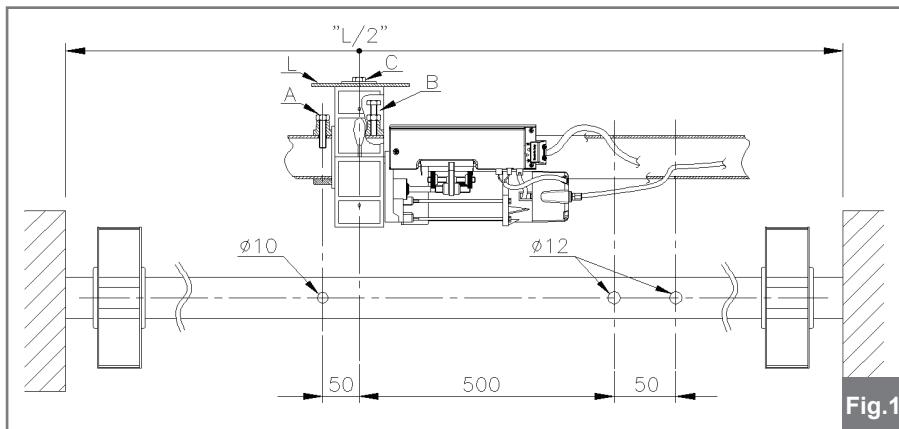
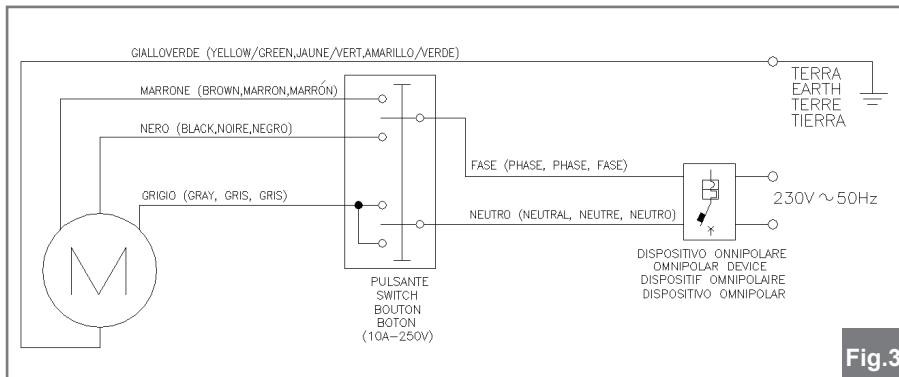

Fig.1
Fig.3
- 2) Efectuar sobre el eje o tubo del cierre metálico los tres taladros como muestra la fig.1.
- 7) En el caso de que la barra del cierre sea inferior a 60mm utilizar los mandos de reducción existentes Ø33 / Ø42 / Ø48 (**I**) a tal efecto, posicionandolos con referencia al agujero de diámetro 10mm efectuado previamente (Fig.1).
- 14) Llevar el último elemento del cierre metálico sobre el motor y fijarse en él a través del tornillo M10 (**C**) con arandella (Fig. 1).
- 15) Llevar a cabo las conexiones eléctricas como muestra la fig.3 pasando el cable 4x0.75 mm² situado en el interior de la barra del cierre evitando cualquier contacto con las partes giratorias. En presencia de motor con electrofreno, introducir la funda del freno dentro del segundo taladro Ø12 (Dejar el cable sin curvas pronunciadas).
- 20) En el caso de una instalación contraria respecto a la fig.1, actuar en modo contrario a todo lo aquí descrito ya que el microinterruptor 2 parará la bajada mientras el microinterruptor 1 parará la subida.
- 2) Efetue no veio da grade de enrolar os três orifícios mostrados na fig. 1.
- 14) Coloque o último elemento da grade de enrolar no motorreductor e fixe-o com o parafuso M10 (**C**) com anilha (ver fig. 1).
- 15) Execute as ligações elétricas mostradas na fig.3 passando o cabo de alimentação 4x0,75 mm² fornecido, por dentro do veio da grade de enrolar evitando qualquer contacto com as partes móveis (fig. 1). Em caso de motorreductor com travão elétrico, insira a bainha do travão dentro do outro orifício de Ø12 (evite de qualquer maneira criar dobras no cabo e fazê-lo executar curvas muito acentuadas no seu percurso até ao chão após o tubo).
- 20) No caso de instalação contrária em relação à fig. 1 agir de forma inversa ao que é descrito, visto que o microinterruptor 2 irá parar a descida enquanto o microinterruptor 1 irá parar a subida.